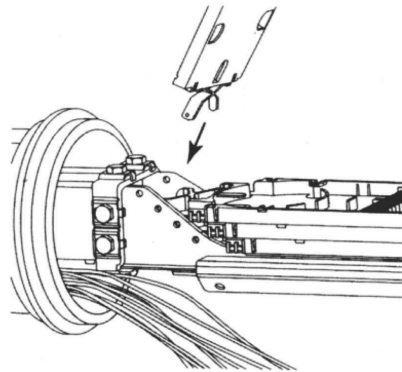

FIG.20
3. Para adicionar bandejas de emendas, alinhe os pinos da bandeja com os furos do suporte da base. Aperte os pinos da bandeja e deslize para dentro do suporte. (FIG.20)